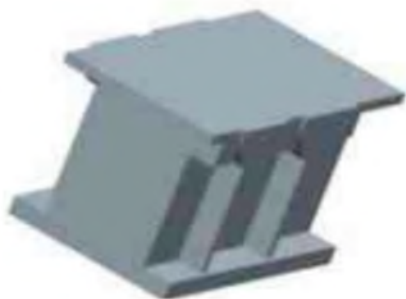

图 1-20
3) 在拉伸界面的“深度”对话框中输入拉伸长度为 308.5，单击反向按钮单击按钮或鼠标中键完成顶板实体的绘制，如图 1-20。用同样的方法绘制另一侧的螺栓肋板，绘制完成后，如图 1-21 所示。